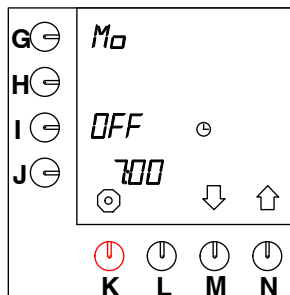

Fig. 32 Föruppvärmning behållare
- På displayen visas OFF i positionen bredvid programmeringstangenten (I.) (fig. 32 ).